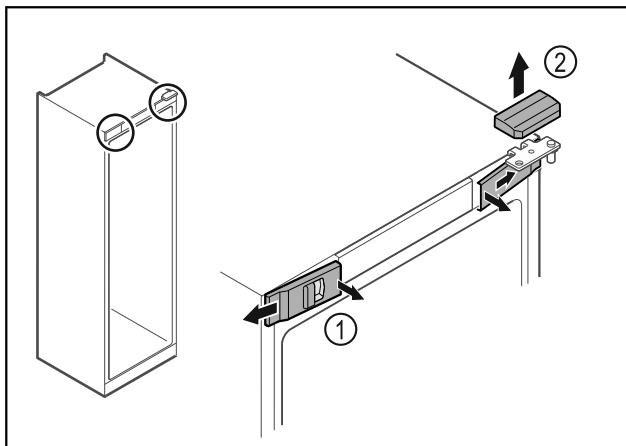

Fig. 18
- Disinnestare le coperture anteriori Fig. 18 (1) dall'interno ed estrarle lateralmente.
- Rimuovere la copertura superiore Fig. 18 (2) sollevandola verso l'alto.